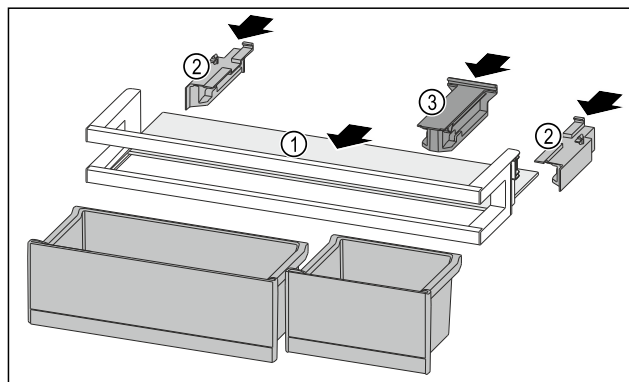

Fig. 91
- Abstellfläche Fig. 91 (1) in die seitlichen Einsparungen einschieben.
- Seitenteile Fig. 91 (2) einsetzen.
- Halteteil Fig. 91 (3) einsetzen.